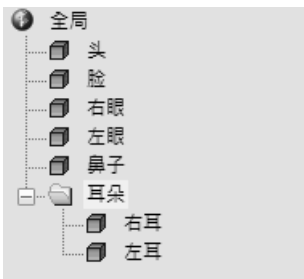

图 2-112 重命名组（“耳朵”）
- 4) 单击新建组的名称，为其重命名为“耳朵”，如图 2-112 所示。